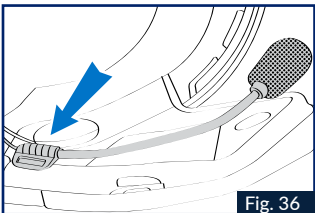

Fig. 36
7. Posizionare il microfono e fissarlo, con il velcro fornito, sul polistirolo del guanciale sinistro come indicato nella Fig. 36